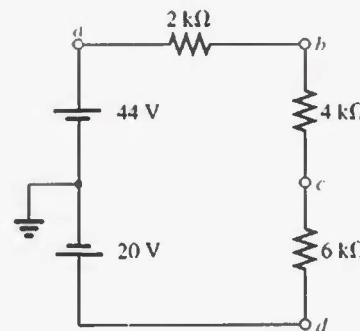

FIGURA 5.97
*28. Para la red de la figura 5.97, determine los voltajes: